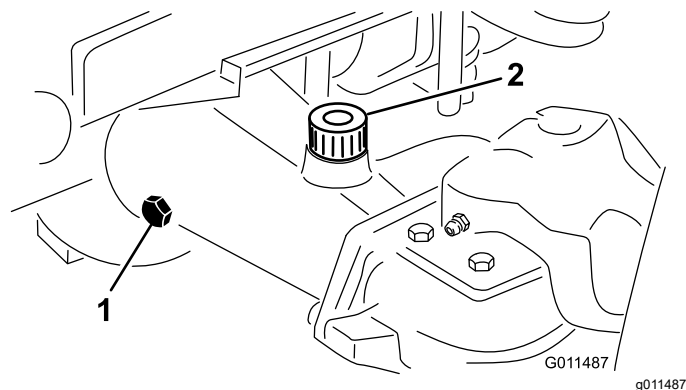

Figura 16
2. Rimuovete un tappo di controllo da un'estremità dell'assale e assicuratevi che il lubrificante raggiunga la parte inferiore del foro (Figura 16).